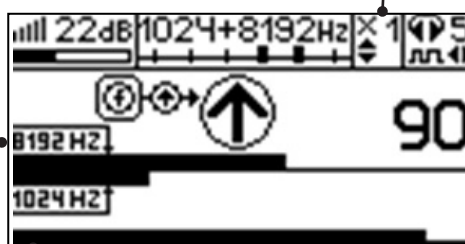

Рис. 7.4
4. «Назначение» производится нажатием кнопки **f** при расположении датчика точно над «выделенной» коммуникацией, считающейся «своей». После этого указатель направления сигнала приобретает вид - (↓). При переходе на «чужую» коммуникацию с другим «направлением сигнала» (или при изменении положения датчика на «обратное») раздастся звук и стрелка покажет «направление сигнала - назад (↓)» (рис. 7.4)
**Методика:** Производя трассировку с применением ЭМД на низкой активной частоте (512Гц / 1024Гц) (**см. раздел активный трассопоиск**), наблюдать за уровнем сигнала. Локальное повышение и резкое уменьшение уровня указывают на вероятность наличия дефекта изоляции. (**рис. 7.4**) При этом величина сигнала может меняться по различным причинам: положение датчика, глубина залегания кабеля, наличие мешающих конструкций. Поэтому таким методом можно обнаружить лишь «низкоомные» дефекты сопротивлением менее 1кОм.